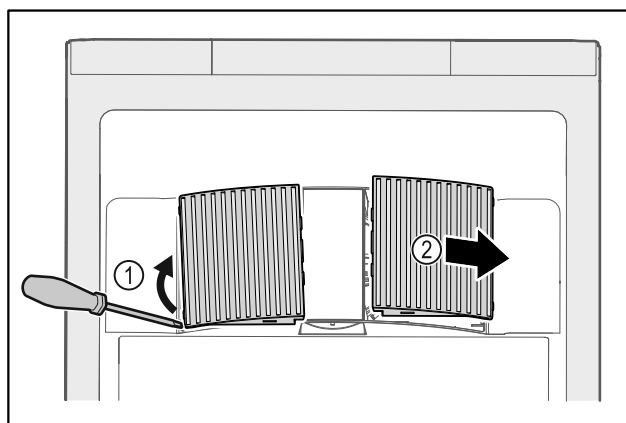

Fig. 203
- ▶ Ventilatorabdeckungen vorsichtig von der Seite heraushebeln Fig. 203 (1) und nach vorne abnehmen Fig. 203 (2).